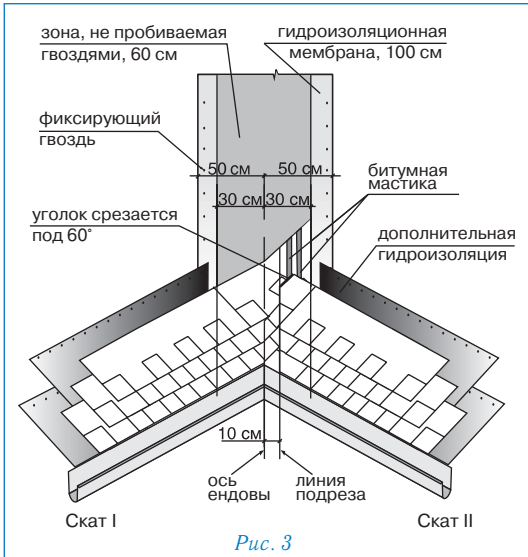

Рис. 3
### Ендова (рис. 3)
- на прилегающем скате (II) вдоль оси ендовы на расстоянии 30 см от нее отбивается линия;
- лист, подходящий к ендове со ската II, должен доходить до линии подрезки и обрезаться по ней. Верхний уголок обрезанного края листа подрезается под углом 60° (5 × 3 см – рис. 3);